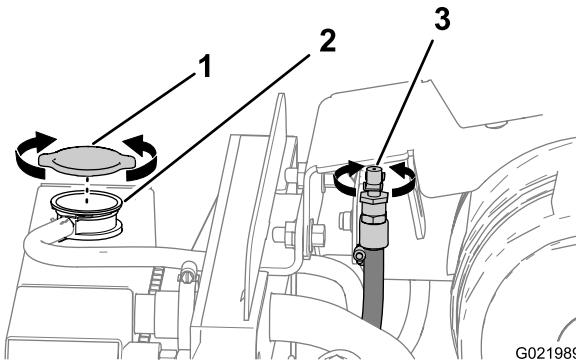
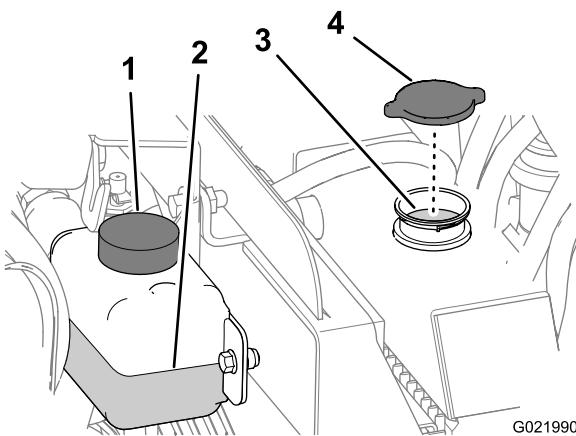

Рисунок 78
Рисунок 79
4. Откройте вентиляционный клапан двигателя (Рисунок 78).
5. Снимите крышку с горловины заливного отверстия радиатора и проверьте уровень охлаждающей жидкости (Рисунок 78 и Рисунок 79),
- Если уровень охлаждающей жидкости низкий, добавьте охлаждающую жидкость до низа заливной горловины (Рисунок 79).
- Снимите крышку радиатора (Рисунок 78 и Рисунок 79).
- Откройте вентиляционный клапан (Рисунок 78).
- A. Откройте вентиляционный клапан (Рисунок 78).
1. Снимите крышку радиатора (Рисунок 78 и Рисунок 79).